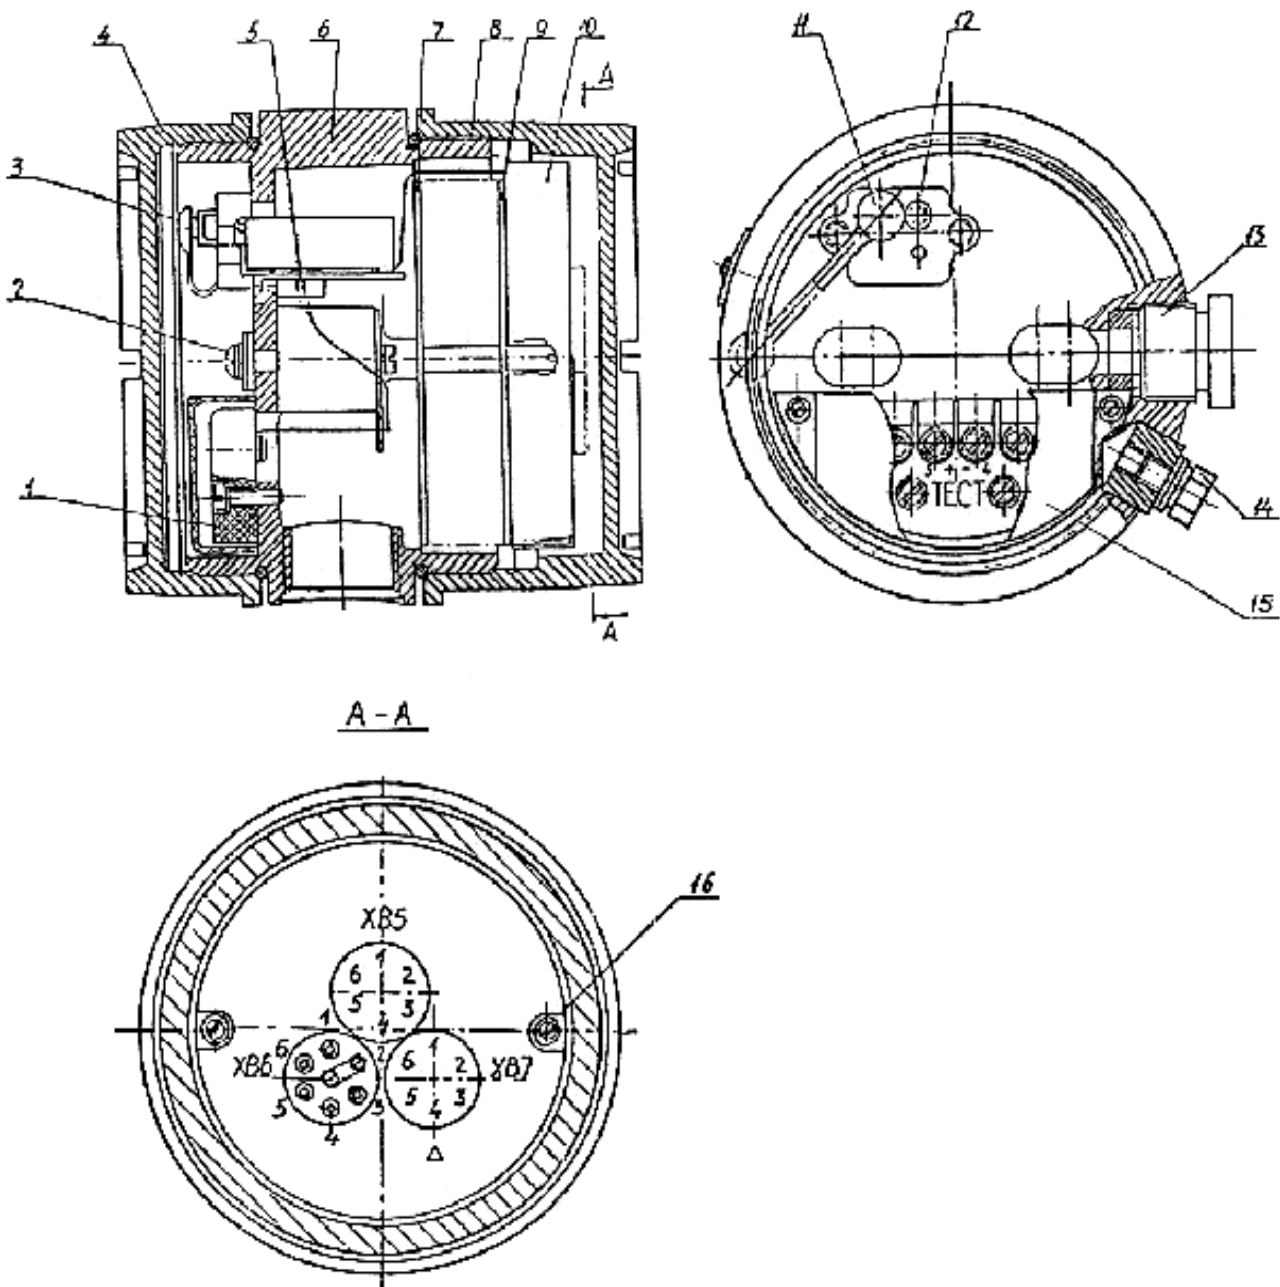

Рисунок 6 Электронный преобразователь
1.5.10 Электронный преобразователь смонтирован на трех платах 5, 7, 9 (рисунок 6) или на двух платах 5 и 9 (внешний вид смотри рисунок 6а). Платы размещены внутри специального корпуса 6. Плата 9 закрыта кожухом 10, который крепится двумя винтами 16. Корпус 6 закрыт крышками 4, 8 уплотненными резиновыми кольцами. Преобразователь имеет сальниковый кабельный ввод 13, клеммную колодку 1 для присоединения жил кабеля, винт 2 для подсоединения экрана, в случае исполнения экранизованного кабеля, и болт 14 для заземления корпуса. Клеммная колодка закрыта крышкой 15 и опломбирована.
Корректоры 11 и 12 (рисунок 6) служат соответственно для плавной настройки диапазона и “нуля” выходного сигнала.
На плате (рисунок 6а) переключатели SW1, SW3, SW4 служат для установки параметров выходного сигнала датчика: сигнал 4-20 или 0-5 мА, возрастающая или убывающая выходная характеристика.
2.3.4 Заделку кабеля в сальниковый ввод преобразователя (рисунок 6) производить следующим образом: отвернуть крышку 4 и гайку уплотнения кабельного ввода 13. После подсоединения жил кабеля к клеммной колодке 1 и подсоединения экрана (если кабель экранированный) завернуть гайку уплотнения кабельного ввода 13, установить крышку 15, опломбировать и поставить крышку 4 на место.